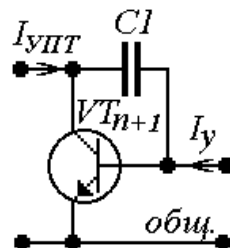

Рис.15. Вариант 2
$$U_{K_{n+1}} = U_{2ном} + \sum_{l=1}^n U_{БЭ_l}, \text{ для рис. 15, 16.} \quad (31)$$